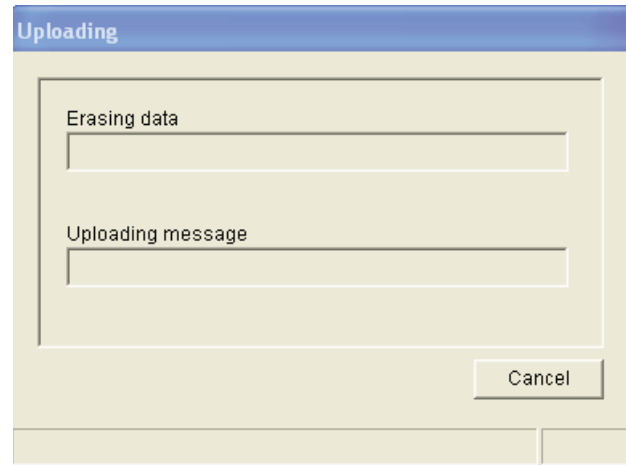

figura 8.17: Cargando datos al Plena Weekly Timer
- 2 Haga clic en Upload configuration. Aparecerá la siguiente ventana (véase figura 8.17) mostrando que la carga se está produciendo. Cuando la carga haya finalizado, la ventana se cerrará.